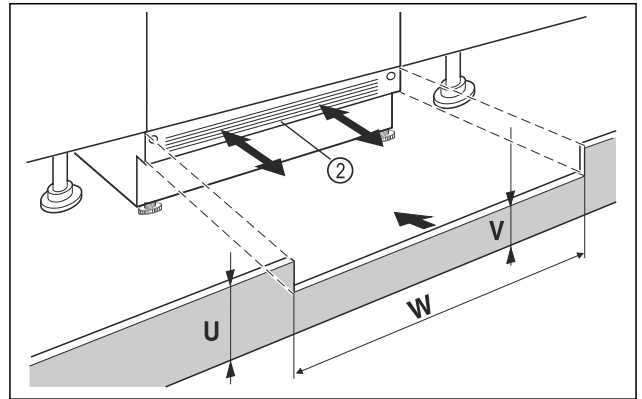

Fig. 15 Ілюстративне зображення
- Поставте на місце плінтус пристрою Fig. 15 (2), але поки що не закріплюйте його.
- Якщо плінтус видно Fig. 15 (2), потягніть його вперед так, щоб передній край вентиляційної решітки став урівень із плінтусом меблів.
- Якщо плінтус приховано Fig. 15 (2), посуньте його повністю назад.
- Слідкуйте за повністю вільним доступом повітря: За необхідності обріжте плінтус меблів по висоті Fig. 15 (U)!
- Під плінтусом пристрою Fig. 15 (W) по ширині ніші Fig. 15 (V) облаштуйте сходинку відповідних розмірів Fig. 15 (2).